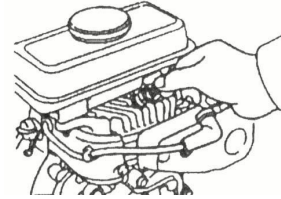

Рис. 19
4. Проверьте, чтобы прокладка свечи зажигания была в хорошем состоянии, или замените ее на новую. Прикрутите свечу зажигания сначала рукой, чтобы избежать срыва резьбы (Рис. 19).
Рис. 19 показывает, как прикрепить жесткий стальной провод.